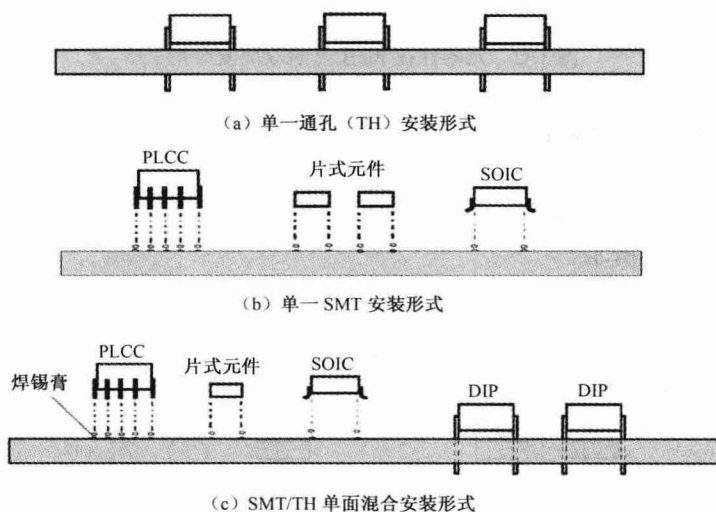

图 1-1 元器件在 PCB 上的单面安装形式
元器件在 PCB 上的单面安装形式[1]如图 1-1 所示, 图 1-1 (a) 为单一通孔 (TH) 安装形式, 图 1-1 (b) 为单一 SMT 安装形式, 图 1-1 (c) 为 SMT/TH 单面混合安装形式。